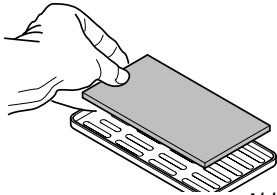

Abb. 24
3. Entnehmen Sie den Filter (Abb. 24).